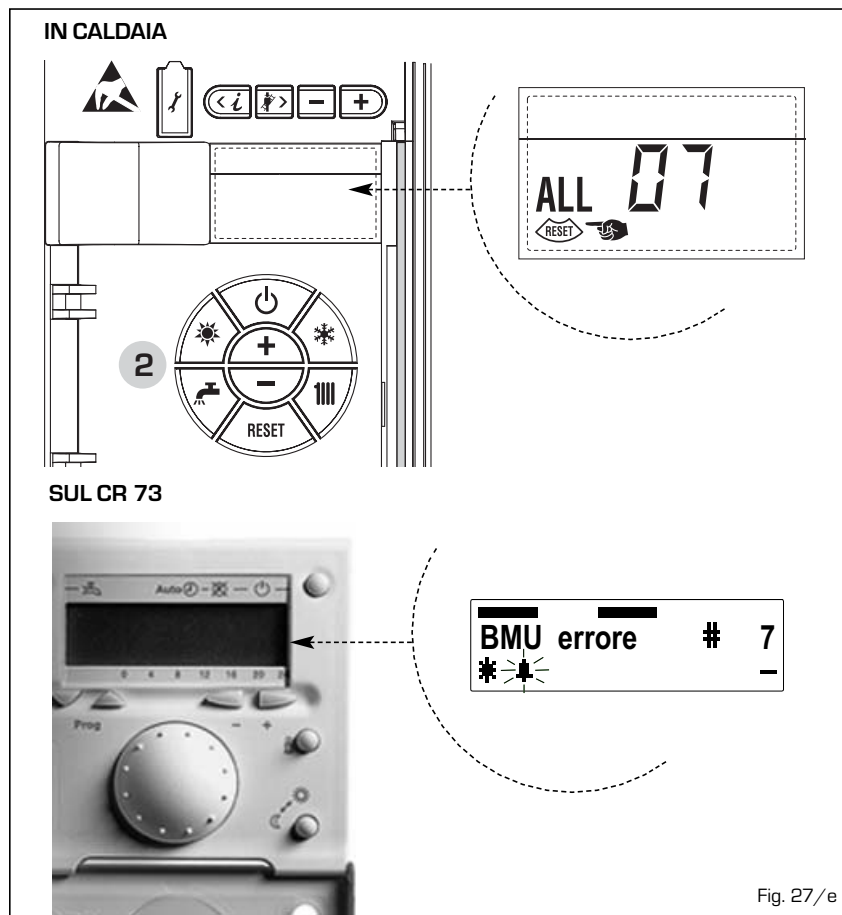

Fig. 27/e
- **ANOMALIA FIAMMA PARASSITA "ALL 08 - # 8"** (fig. 27/g)